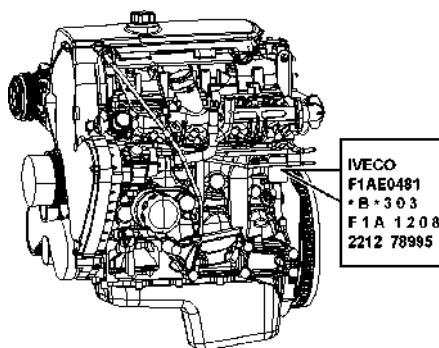

Рис. 1.5. Расположение идентификационного номера двигателя F1A (Iveco)
**Идентификационный номер двигателя F1A (Iveco)** выбит на площадке, расположенной с левой стороны блока цилиндров (рис. 1.5).